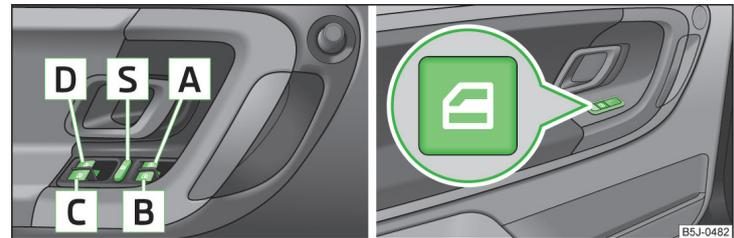

Abb. 37 Tasten in der Fahrertür / in den hinteren Türen
- Werden auf den Rücksitzen Personen, die nicht völlig selbstständig sind, z. B. Kinder, befördert, wird empfohlen, die elektrischen Fensterheber der hinteren Türen außer Funktion zu setzen (Sicherheitsschalter) **S** » Abb. 37 auf Seite 53.
- Wenn die Zündung ausgeschaltet wird, lassen sich die Fenster noch für ca. 10 Minuten öffnen oder schließen. Nach dem Öffnen der Fahrer- oder Beifahrertür können die Fenster nur mit der Taste **A** » Abb. 37 auf Seite 53 bedient werden.
**Tasten der Fensterheber** » Abb. 37.
Durch Drücken des Sicherheitsschalters  » Abb. 37 können die Tasten der Fensterheber in den hinteren Türen außer Funktion gesetzt werden. Durch wiederholtes Drücken des Sicherheitsschalters  sind die Tasten der Fensterheber in den hinteren Türen wieder funktionsfähig.
- › Die Taste  » Abb. 37 auf Seite 53 in der Öffnungsstellung halten.
- › Die Taste  » Abb. 37 auf Seite 53 in der Schließstellung halten.